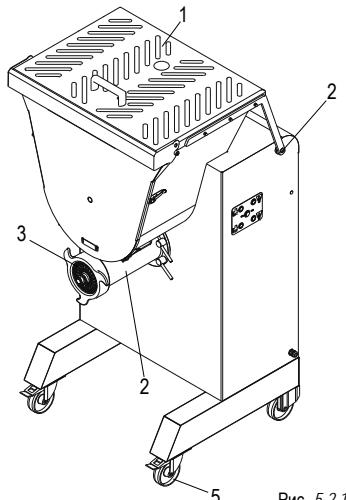

Рис. 5.2.1
- Защитная решетка рабочего органа (Рис. 5.2.1)
- Микропрерыватель (Рис. 5.2.1)